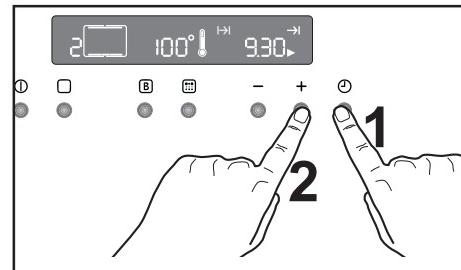

Abb. 11
- 2) Drücken Sie die Taste , bis die Funktion für das Ende der Garzeit  ausgewählt ist und das entsprechende Symbol blinks. Auf der Bedienblende wird das Ende der Garzeit (aktuelle Uhrzeit plus angegebene Gardauer) angezeigt - (Abb. 11).